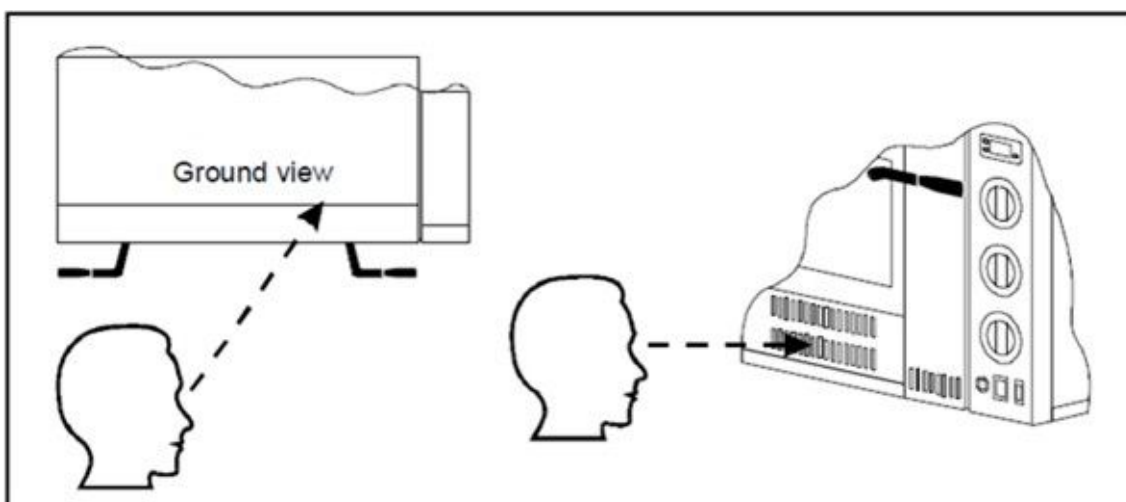

FIG.15
- 5) Gire la perilla de la válvula principal de suministro de gas (fig.14-ref.4) a la posición mantenga presionada la perilla y al mismo tiempo presione varias veces el encendido piezoeléctrico del piloto (fig.14-ref.5) . Tan pronto como se encienda el piloto, suelte la perilla. el piloto debe permanecer encendido si no se repite la operación. El piloto puede ser controlado a través de las aberturas ubicadas en el lado derecho del panel frontal (fig.3-ref.2) mirando hacia adentro observando una inclinación de aproximadamente 45° hacia la derecha (FIG.15);